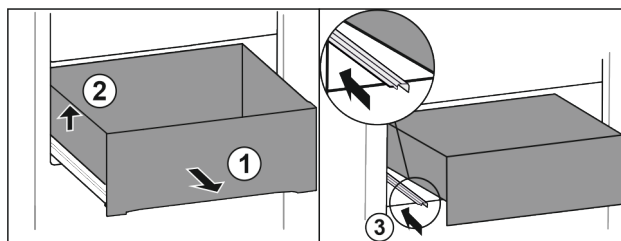

Fig. 113
- ▶ Predal izvlecite do omejevala. Fig. 113 (1)
- ▶ Dvignite predal levo. Fig. 113 (2)
- ▶ Vstavite levo vodilo. Fig. 113 (3)